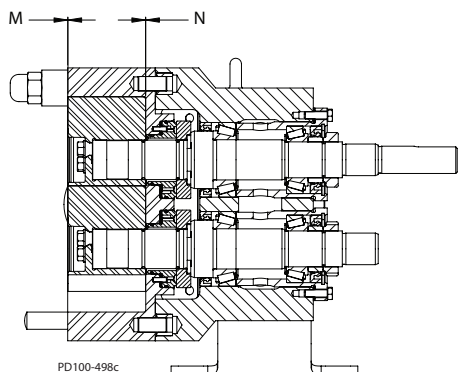

Рисунок 58 - Измерьте зазор
5. Проверьте получившиеся зазоры на передней и задней стороне (позиции M и N в Рисунок 58). При необходимости отрегулируйте прокладки.